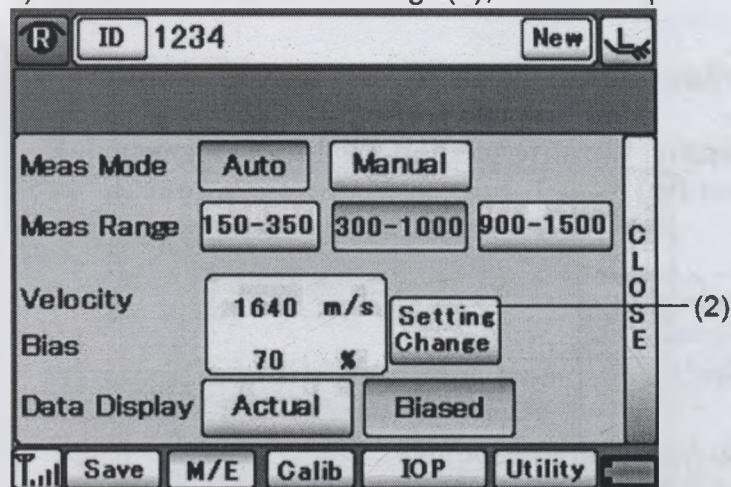

Рис. 2
1) Коснитесь кнопки "Setting" (1), чтобы открыть окно настройки (Рис. 2).